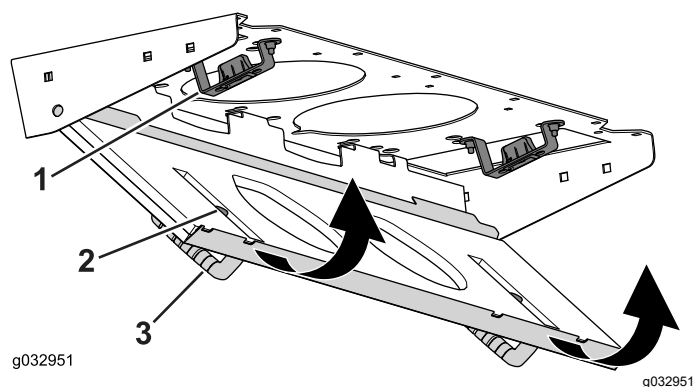

Рисунок 89
4. Поверните сетчатый фильтр вокруг монтажных лепестков так, чтобы защелка зафиксировалась в креплении защелки в сборе (Рисунок 89).